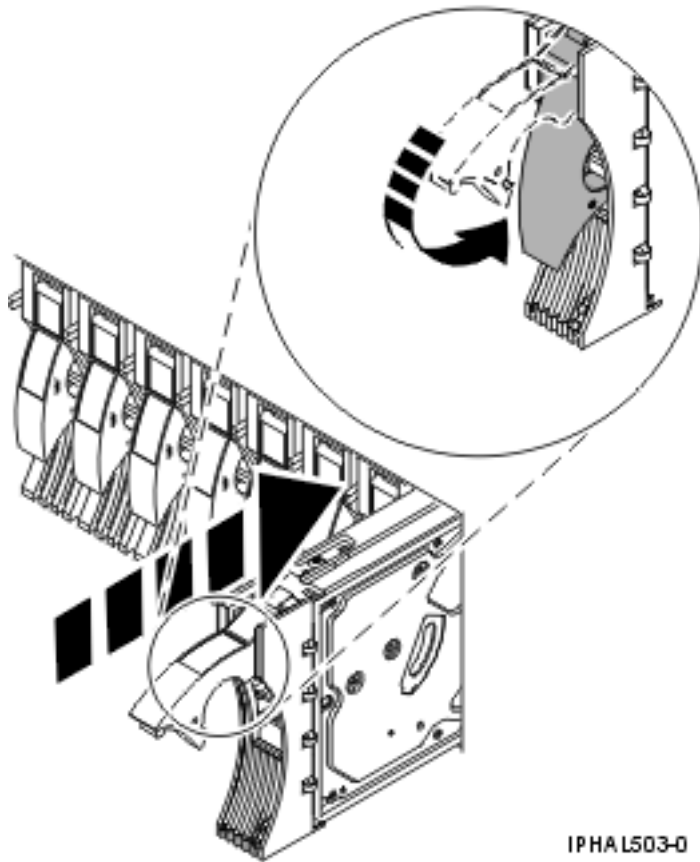

Figure 51. Installation d'une unité de disques sur un modèle
6. Installez l'unité de disques (voir figure 51, à la page 89).